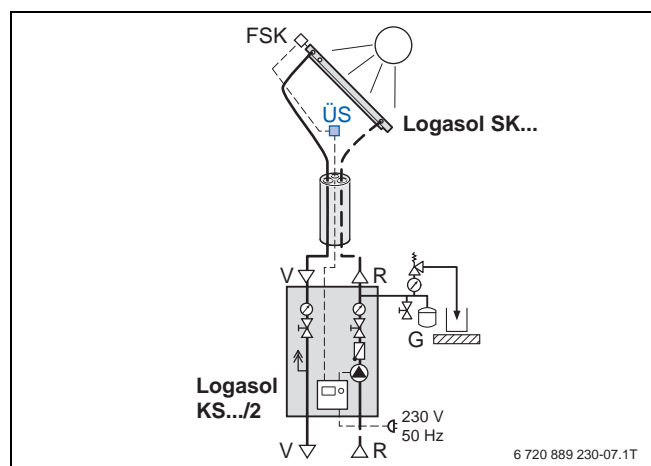

Bild 105 Überspannungsschutz für die Regelung (Installationsbeispiel)
- ▶ Anschlussdose mit Überspannungsschutz ÜS im Bereich der Kabellänge des Kollektortemperaturfühlers FSK vorsehen (→ Bild 105).